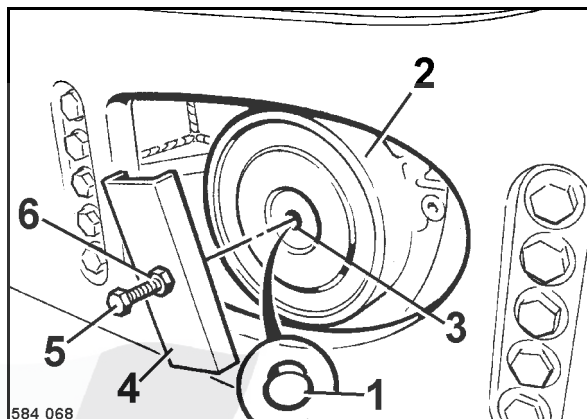

Fig. 110
- Retirer le bouchon fileté (1) (Fig. 110).
- Placer le fer en U (5) sur le carter de frein (2) et visser la vis (4) jusqu'à butée dans le taraudage (3).
- Visser l'écrou (6) et serrer d'env. un tour. Le bandage doit tourner librement.